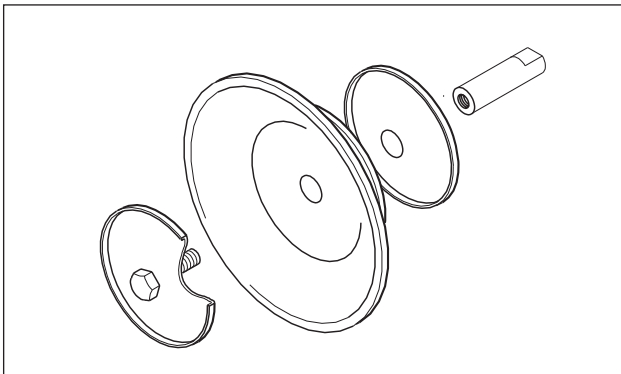

Fig. 13 Montage des membranes avec disques intérieur et extérieur
- Les pompes des types DL 40, 50 et 80 avec membranes en PTFE présentent des disques de membrane internes plus épais de manière à réduire et décaler la course. Pour un montage ultérieur de membranes PTFE, il faut impérativement utiliser les disques appropriés (Fig. 13).